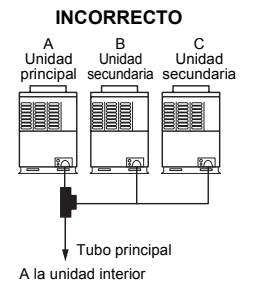

Figura 3
- Tenga cuidado con la dirección de la bifurcación en forma de T. (Como se muestra en la Figura 3, la bifurcación en forma de T no puede instalarse de forma tal que el refrigerante del tubo principal circule directamente hacia la unidad principal.)